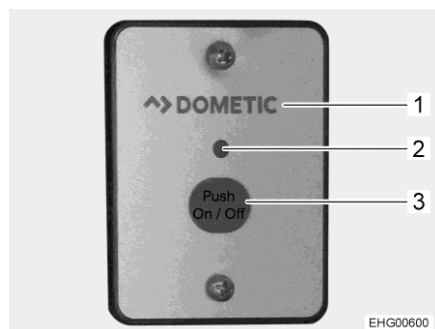

Fig. 149 Interruptor externo (ondulador)
El interruptor externo (Fig. 149,1) está instalado en el armario de pared encima de la mesa.
- Conectar:* ■ Pulsar la tecla "On/Off" (Fig. 149,3). El LED (Fig. 149,2) está iluminado.
- Desconectar:* ■ Pulsar la tecla "On/Off" (Fig. 149,3). El LED (Fig. 149,2) se apaga.